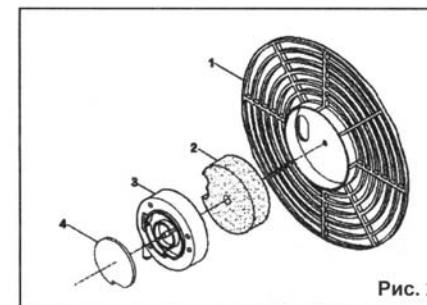

Рис. 2
Воздушные фильтры (Рис.2). следует проверять и регулярно чистить фильтр забора воздуха (2), особенно если аппарат работает в пыльных помещениях. Для очистки снять решетку (1), вынуть фильтр из гнезда (3), вымыть его со слабым моющим средством и высушить его перед тем, как установить вновь. Каждые 12 месяцев следует менять фильтр подачи воздуха (4).